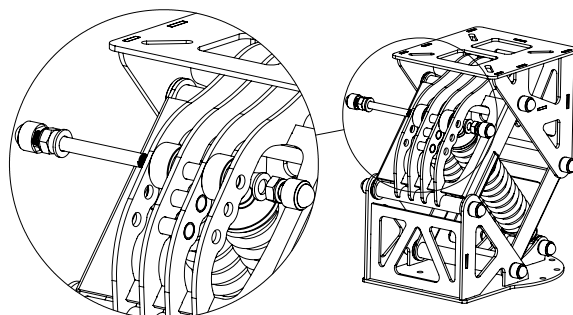

Рис. 3.
4. Закрепите в верхнем месте крепления амортизаторы согласно предполагаемой нагрузке и зафиксируйте их шпилькой (поз.4) шайб (поз. 10) и гаек (поз. 8). Как показано на (рис.3).